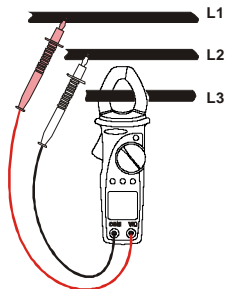

Рис. 13: Измерение мощности/ энергии на трехфазных сбалансированных системах
2. Откройте клещи и зажмите фазовый провод **L3**. Обратите внимание на метки позиционирования (см. раздел 5.1.2. и рис.13).
4. Подключите красный испытательный щуп с фазовым проводом **L1**, а черный испытательный щуп с фазовым проводом **L2** (см. рис. 13). На дисплее отобразится значение измеренной активной мощности и символ “**АС**”.
2. Откройте клещи и обхватите фазовый провод **L3**. Обратите внимание на метки позиционирования (см. раздел 5.1.2. и рис.13).
4. Подключите красный испытательный щуп к фазовому проводу **L1**, а черный испытательный щуп к фазовому проводу **L2** (см. рис. 13). На дисплее отобразится значение измеренной активной мощности и символ “**АС**”.